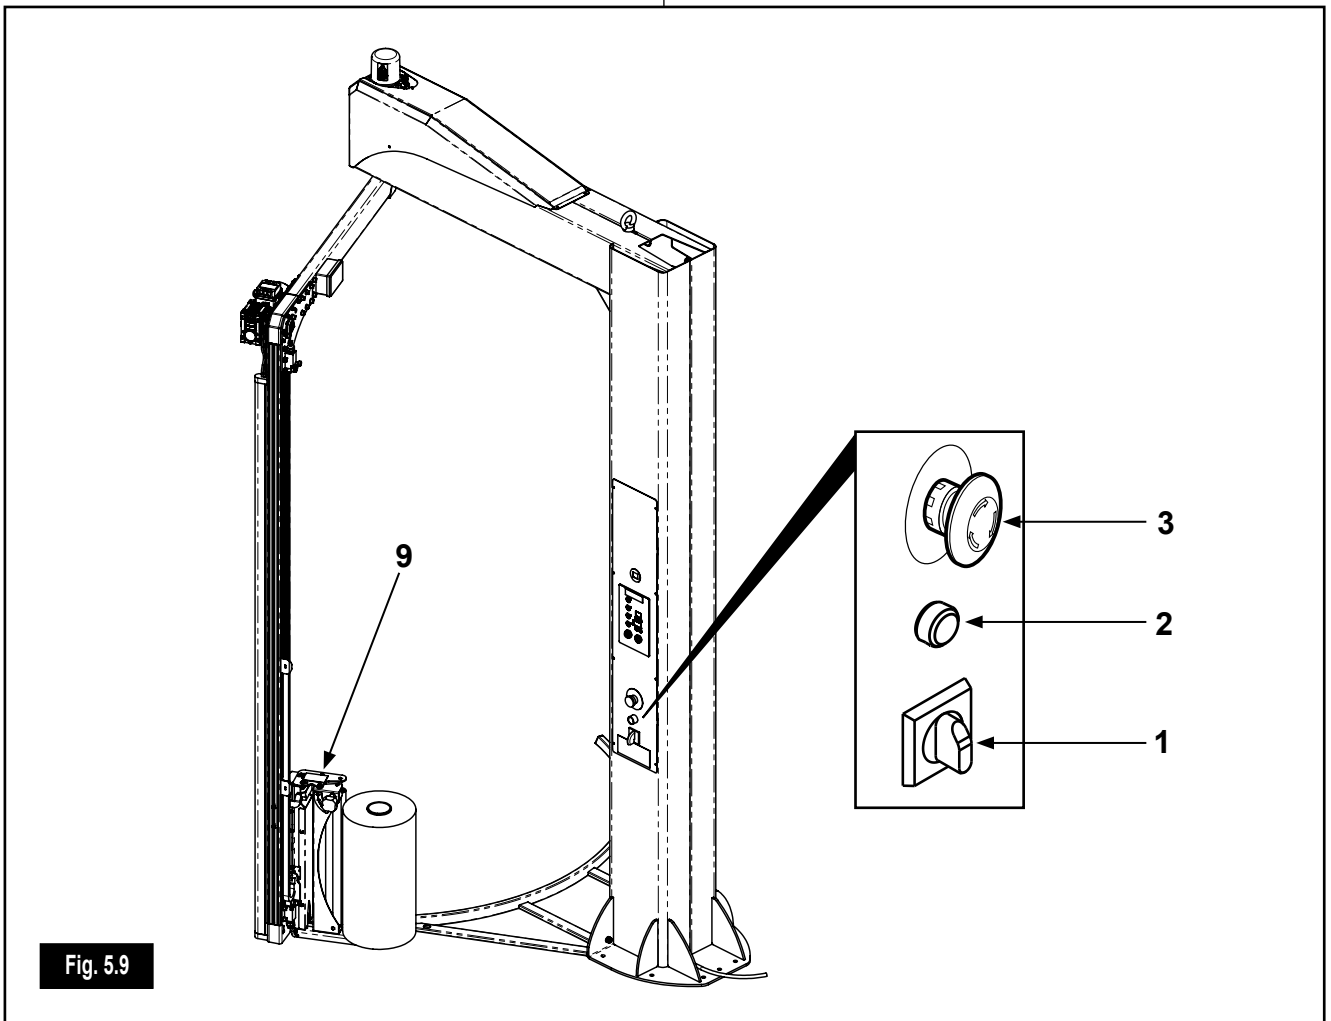

Fig. 5.9
A fine lavorazione, per periodi anche brevi di inoperatività è obbligatorio portare la macchina in condizioni di sicurezza (vedi Fig. 5.9).
- a) abbassare fino a terra il carrello (9),
- b) spegnere la macchina ruotando l'interruttore generale di rete (1) in posizione 'O'-OFF.
La macchina è dotata di pulsante di emergenza a fungo (3) (Fig.5.9). Premendo il pulsante a fungo si ottiene l'immediato arresto della macchina. Per riavviare la macchina occorre ruotare il pulsante a fungo fino a riarmarlo e premere il pulsante di ripristino (2) per riattivare il pannello di controllo
Na het werk, ook al wordt maar een korte tijd niet gewerkt, moet de machine in veiligheidsconditie worden gezet (zie fig. 5.9).
- a) zet de wagen (9) omlaag tot op de grond,
- b) schakel de machine uit door de hoofdschakelaar (1) op 'O'-OFF te zetten.
De machine is voorzien van een paddenstoelvormige nooddrukknop (3) (Fig.5.9). Door op de paddenstoelknop te drukken stopt de machine onmiddellijk. Om de machine opnieuw te starten moet u de paddenstoelknop draaien tot hij is gereset en op de resetknop (2) drukken om het besturingspaneel opnieuw te activeren.